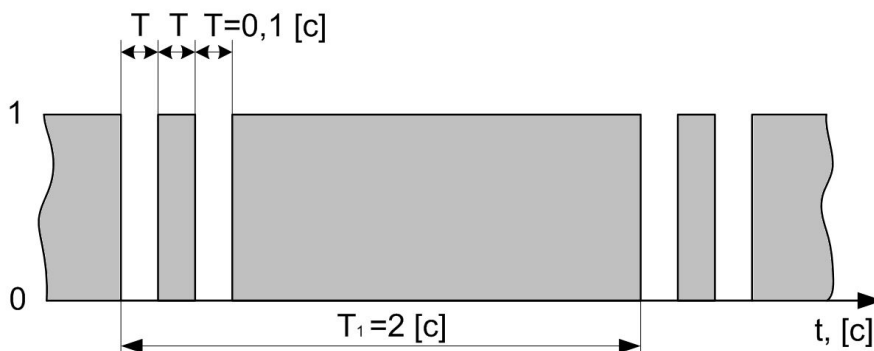

Рис. 3. Индикация связи с УСО: нет связи с некоторыми УСО
- Нет связи с некоторыми УСО, с остальными связь есть (режим индикации представлен на рис. 3). Состояние, в котором время ожидания ответа от одного или нескольких УСО превысило время индикации обрыва связи с УСО, задаваемое в конфигураторе.